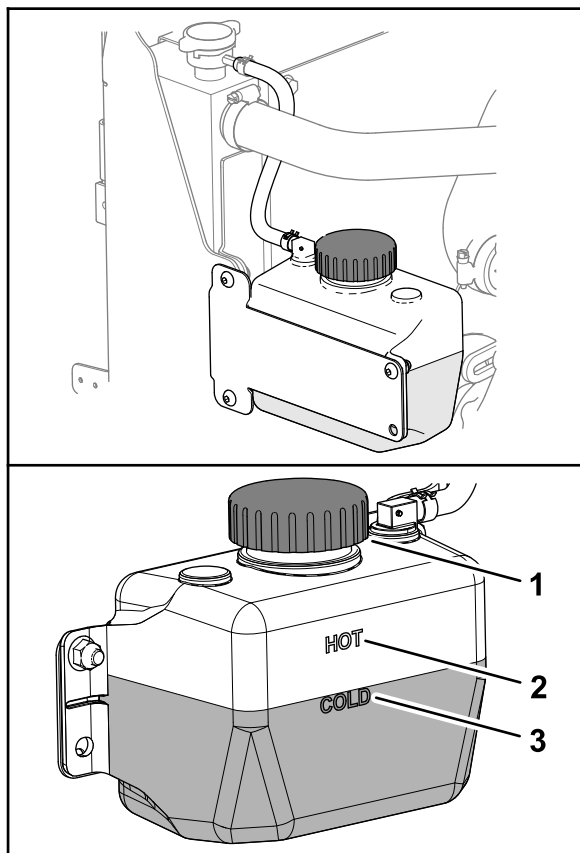

Figure 139
3. Vérifiez le niveau de liquide de refroidissement dans le réservoir (Figure 139).